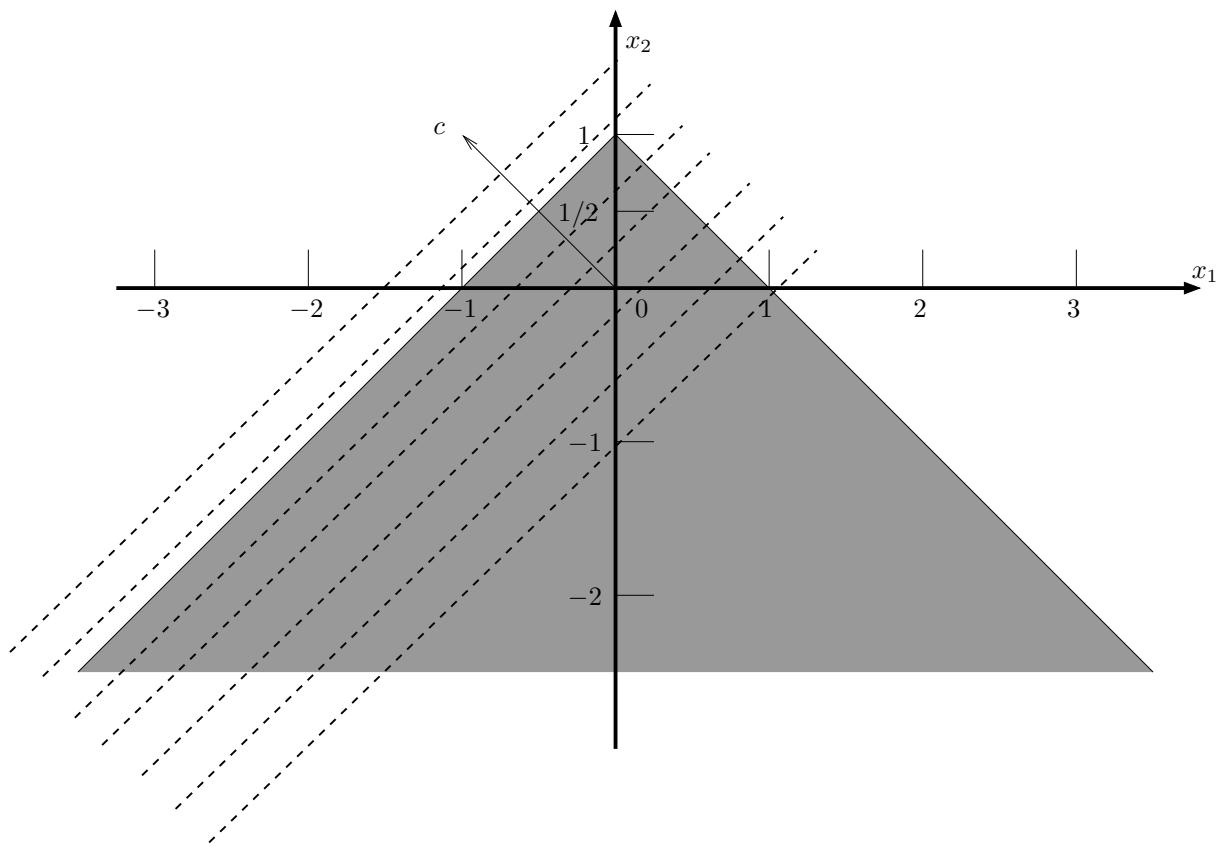

Figura 2.2: Regione ammissibile (esercizio 2.2)
**Risoluzione.** Entrambi i problemi hanno la stessa regione ammissibile. Con riferimento alla figura 2.2, i due vincoli del problema definiscono due rispettivi semispazi affini, corrispondenti alle rette passanti per i punti  $[1 \ 0]$  e  $[0 \ 1]$  (primo vincolo) e per i punti  $[-1 \ 0]$  e  $[0 \ 1]$  (secondo vincolo). Poichè non ci sono altri vincoli, si vede facilmente in figura 2.2 che la regione ammissibile (disegnata in grigio) dei due problemi è illimitata.